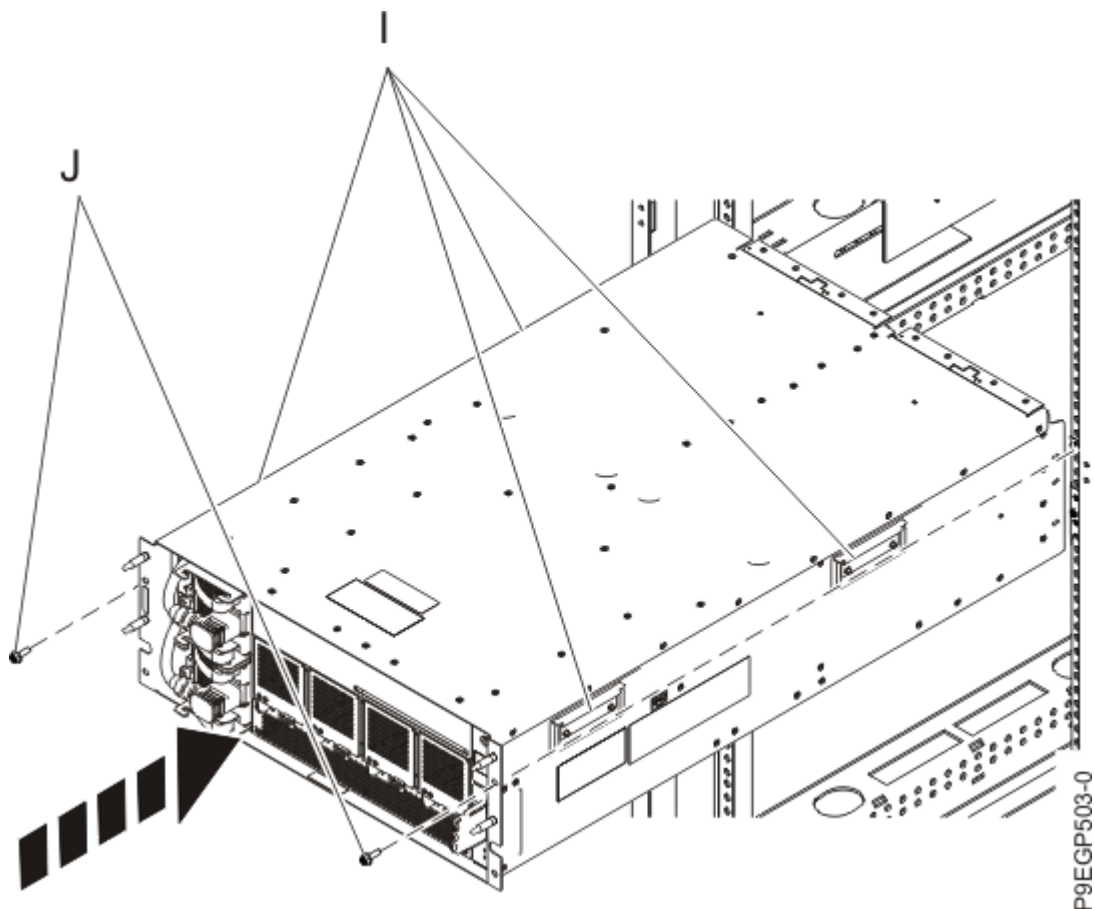

図 9. ラックへのドロワーの取り付け
- a) 13 ページの図 9 に示すように、3 人のうち、2 人が 4 つのハンドル **(I)** をつかみ、残りの 1 人がドロワーの正面に立ってドロワーを誘導します。ドロワーを持ち上げて、レール前部に乗せます。